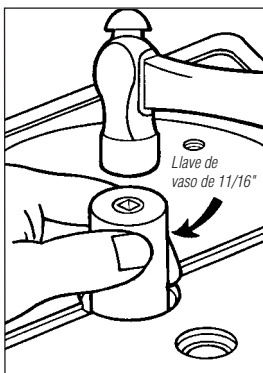

Figura 28
Paso 3: tienda la trampa sobre una superficie plana con el mango hacia usted. Presione el sello del eje nuevo con la parte plana hacia abajo en la abertura de forma manual. Para asentar, golpee el sello con una llave de vaso de 11/16". El sello está correctamente asentado 1/8" por debajo del borde superior (**figura 28**). Aplique vaselina o grasa en los bordes interiores del sello.